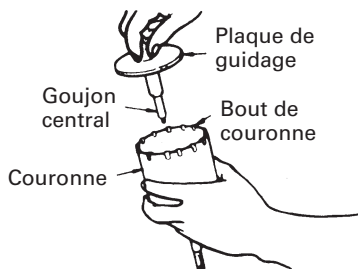

Fig. 19
- (4) Engager la plaque de guidage dans la couronne et tourner la plaque de guidage à gauche ou à droite de manière à ce qu'elle ne puisse pas tomber, même si elle est orientée vers le bas. (Fig. 19)